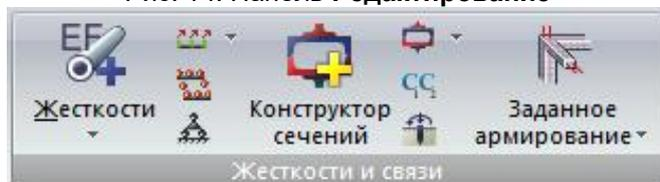

Рис. 15. Панель Жесткости и связи
- **Жесткости и связи** (рис.15) – операции по созданию, редактированию и назначению жесткостей, материалов, типов заданного армирования элементам схемы, моделированию закреплений, объединения перемещений, генерации АЖТ, задание коэффициентов постели и задания и/или вычисления жесткостных характеристик свай